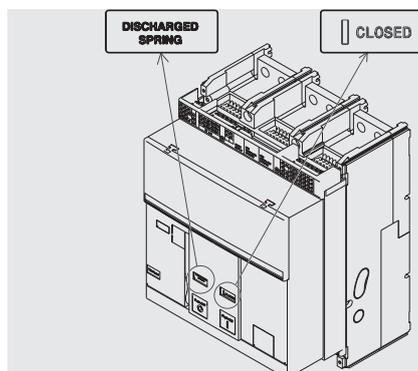

Abbildung 22
5. Sicherstellen, dass der Leistungsschalter eingeschaltet ist (Anzeige aus/ein "I - CLOSED"), und prüfen, dass die Federn entspannt sind (Federnanzeige "weiß - DISCHARGED SPRING") wie angezeigt in Abbildung 22.